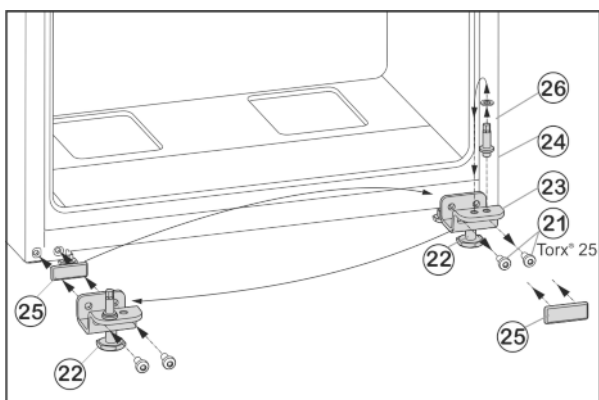

Fig. 6
- Desserrer les vis de fixation Fig. 6 (21).
- Retirer l'ensemble du support de palier inférieur Fig. 6 (23) avec le boulon de palier Fig. 6 (24), la rondelle Fig. 6 (26) et le pied de réglage Fig. 6 (22).
- Dévisser l'ensemble du boulon de palier Fig. 6 (24) avec la rondelle Fig. 6 (26), déplacer le tout dans le trou de préhension du côté opposé du support de palier et revisser fermement.
- Retirer avec précaution la plaque de recouvrement Fig. 6 (25) et la déplacer du côté opposé.
- Revisser l'ensemble du support de palier inférieur Fig. 6 (23) avec le boulon de palier Fig. 6 (24), la rondelle Fig. 6 (26) et le pied de réglage Fig. 6 (22) du côté de la nouvelle charnière, au besoin à l'aide d'une visseuse sans fil (**en appliquant un couple de 4 Nm**).
- Placer la porte inférieure depuis le haut sur le boulon Fig. 6 (24).
- Dévisser le pied de réglage Fig. 6 (22) au niveau du support de palier inférieur Fig. 6 (23) jusqu'à ce qu'il repose au sol.